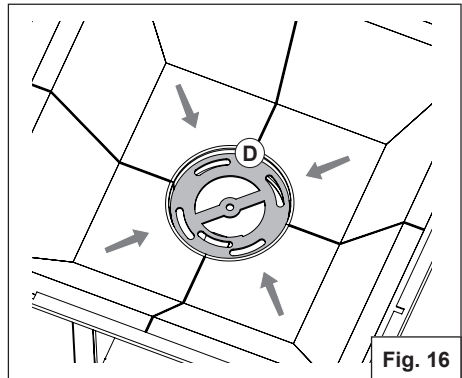

Fig. 16
4. Con l'aiuto di uno spazzolino apposito, far cadere la cenere nel cassetto sottostante attraverso la griglia in acciaio (D) (Fig.16);